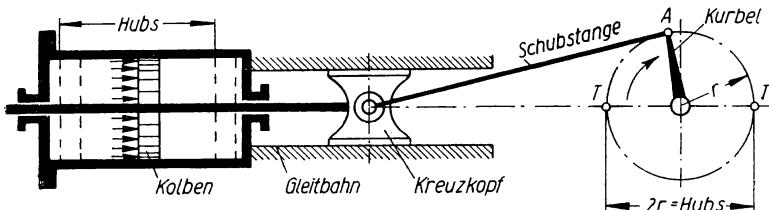

Bild 17
54. a) Welcher Art ist die Kolbenbewegung beim Kurbeltrieb (Bild 17), wenn der Kurbelzapfen A mit gleichförmiger Umfangsgeschwindigkeit kreist? b) Was versteht man unter „mittlerer Kolbengeschwindigkeit“?